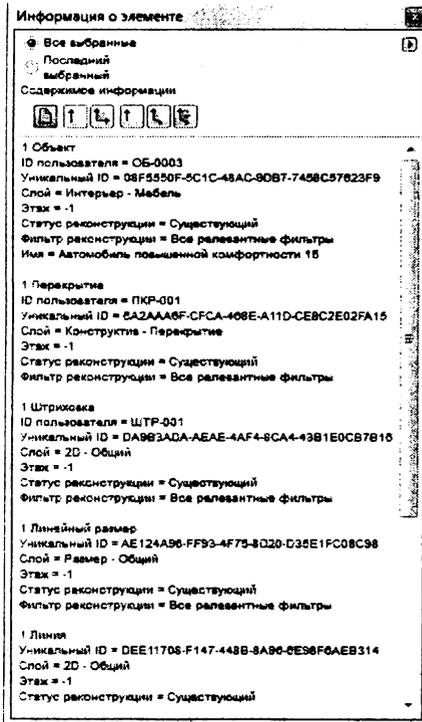

Рисунок 81
2. Нажата первая кнопка (рис. 81) – выводятся: ID пользователя, уникальный ID, имя слоя, этаж, на котором находится элемент, статус реконструкции, фильтр реконструкции, имя для библиотечного элемента и т.д. (название и количество выводимой информации зависит от типа выделенного элемента).